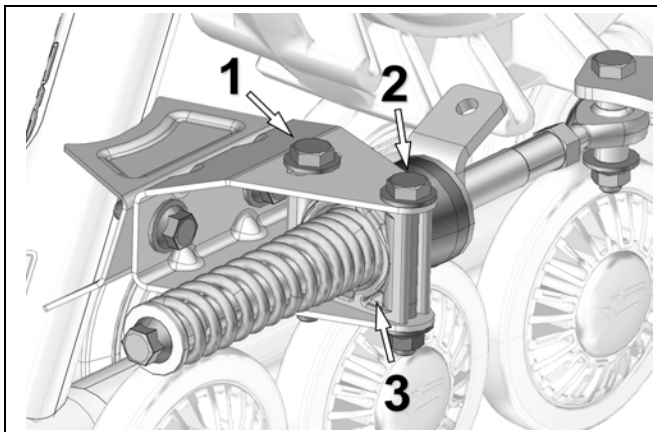

Figure 13
- Desserrer les boulons (1) et (2) de l'ancrage anti-pivot afin de permettre à la pièce de support (3) de pivoter. Voir la Figure 13.